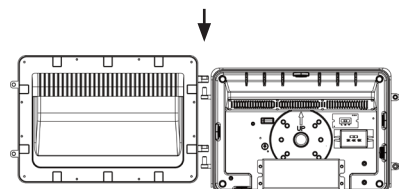
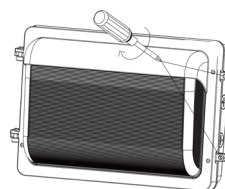

Fig. 1.6
Fig. 1.7
6. Remettre le couvercle avant du luminaire sur la plaque de montage (Fig. 1.6) et resserrer les deux vis sur le côté du luminaire (Fig. 1.7).